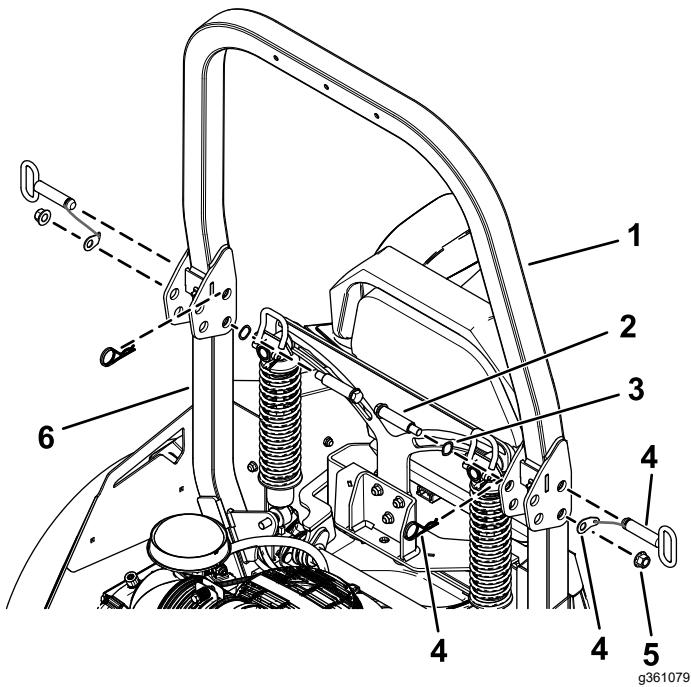

Bild 5
- Befestigen Sie die unteren Überrollbügelbaugruppen an der oberen Überrollbügelbaugruppe mit den zwei Ansatzschrauben, zwei Feder scheiben, zwei Sicherungsmuttern ($\frac{1}{2}$ ") und der Klappstiftbaugruppe (**Bild 5**).